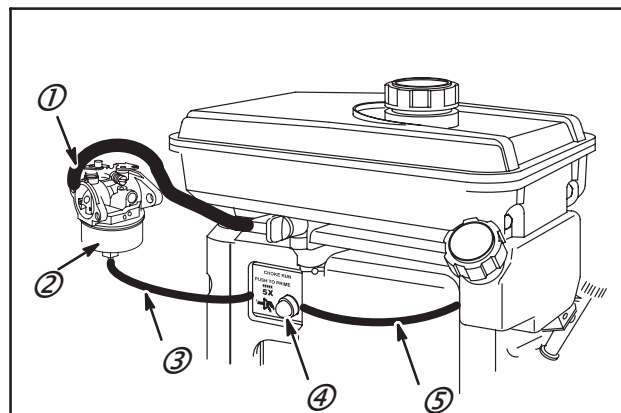

Fig. 160
Fig. 160 – Modèles 9K400, 135400, 13K400 et 19K400 : l'essence est pompée vers le carburateur (2) par la poire d'amorçage (4), par l'intermédiaire du tuyau d'essence provenant du réservoir (5) et du tuyau allant vers le carburateur (3).